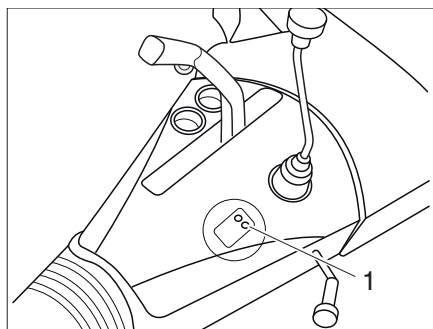

Fig. 2 LED dell'ATC (AL-KO Trailer Control)
Viene eseguito un autotest; il LED (Fig. 2,1) è acceso in rosso.
- Al termine dell'autotest il LED (Fig. 2,1) è acceso in verde e l'ATC è attivo.